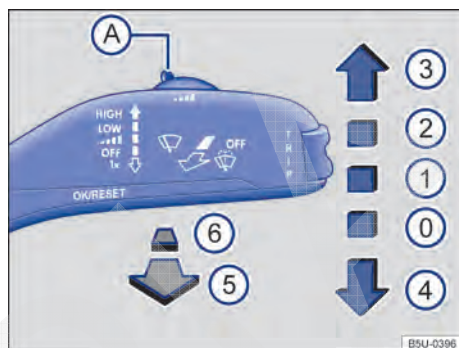

Fig. 64 Variante 1: comandar os limpadores / lavadores do para-brisa.
① **OFF** Limpadores do para-brisa desligados.
① **■ ■ ■ ■** **Variante 1:** temporizador dos limpadores do para-brisa. Com o interruptor → Fig. 64 (A) regular os níveis de intervalo (veículos sem sensor de chuva) ou sensibilidade do sensor de chuva (veículos com sensor de chuva).
② **LOW** Limpeza lenta.